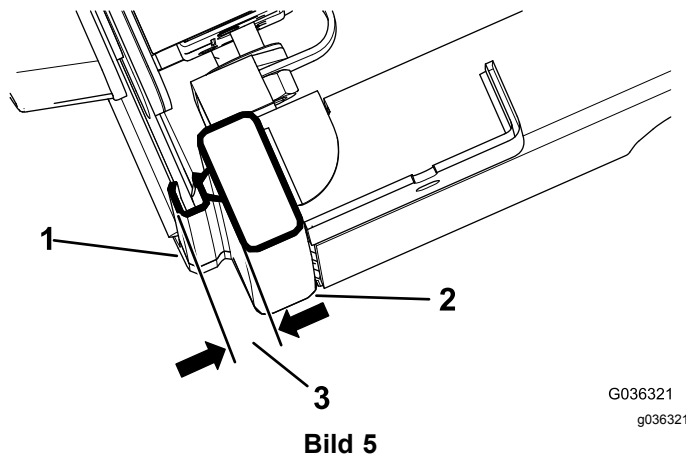

Bild 5
- Schließen Sie die Tür vollständig und messen Sie die Höhe der Blasendichtung zur Dichtungsoberfläche der Kabinenschiene und stellen Sie sicher, dass die Werte 1,9 cm bis 2,2 cm betragen, wie in Bild 5 abgebildet.